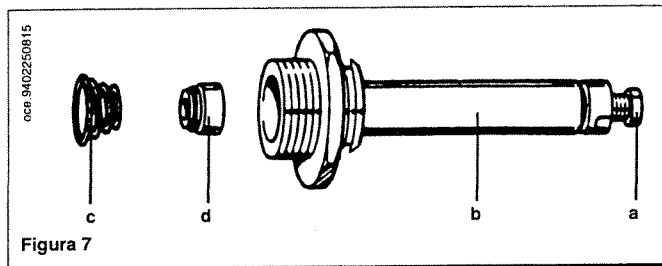

Figura 7
- sostituire la molla avendo cura di posizionarla correttamente (figura 7);
- avvitare a fondo, senza forzare, la vite nera (a) al canotto (b) (figura 7);
- aprire il rubinetto gas e ruotare la manopola (2) predisponendo la caldaia in posizione (1) assicurandosi che ci sia massima richiesta di calore;
- substituir el resorte asegurándose de que sea posicionado correctamente (figura 7);
- atornillar completamente, sin forzar, el tornillo negro (a) al manguito (b) (figura 7);
- abrir el grifo gas y hacer girar el botón (2) predisponiendo la caldera en posición (1) asegurándose de que haya la máxima petición de calor;
- svitare la vite nera (a) di figura 7 a pagina 22 fino a raggiungere il valore di pressione corrispondente alla potenza ridotta vedi tabella 1 a pagina 24.
- sigillare la vite nera (a) di figura 7.
- *destornillar el tornillo negro (a) (figura 7 en página 22) hasta alcanzar el valor de presión correspondiente a la potencia reducida (véase tabla 1 en página 24);*
- *sellar el tornillo negro (a) de figura 7.*